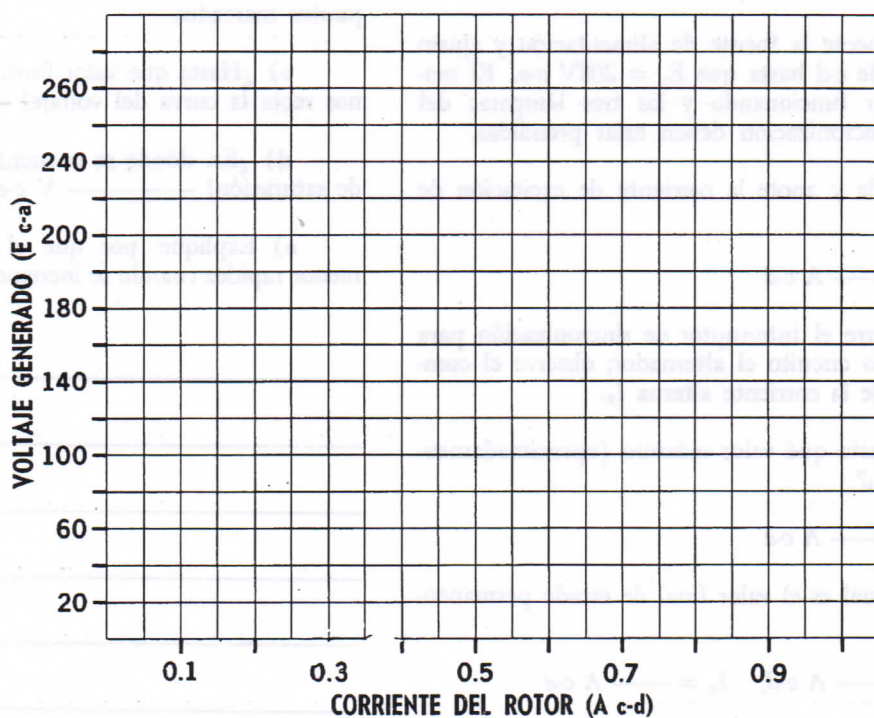

Figura 56-3
1. a) En la gráfica de la Figura 56-3, marque los valores promedio de voltaje en función de los valores de corriente de c-d, tomados de la Tabla 56-1.